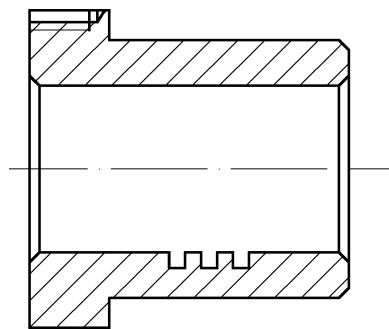

图 11-40 绘制剖面线示例
4) 绘制剖面线。进入“剖面线”图层，选择“绘图”面板→“图案填充”命令，打开“图案填充创建”选项卡，选择“图案”面板中的“ANSI31”选项，比例设置为“1.5”，角度为“0”，单击“边界”面板中的“拾取点”按钮，在绘图区界面单击各剖面区域，按〈Enter〉键，填充结果如图 11-40 所示。